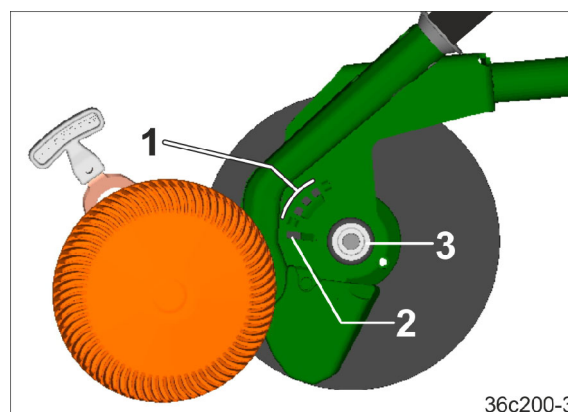

Fig. 180
1. Engate o ombro da alavanca sobre o grupo de furos (Fig. 180/1) no furo oblongo (Fig. 180/2).
2. Mova o disco/rolo de controlo de profundidade no furo oblongo (Fig. 180/2) até o disco/rolo de controlo de profundidade ficar livre do fecho (Fig. 180/3).
1. Coloque o disco/rolo de controlo de profundidade em cima do fecho (Fig. 180/3). O ombro agarra no furo oblongo (Fig. 180/2) da relha.
2. Mova o disco/rolo de controlo de profundidade no furo oblongo (Fig. 180/2) até o disco/rolo de controlo de profundidade engate no fecho. Uma batidela ligeira em cima do ponto central do disco facilita o encaixe.
3. Puxe ombro para fora do furo oblongo com a ajuda da alavanca e inseri-lo no furo necessário (Fig. 180/1).